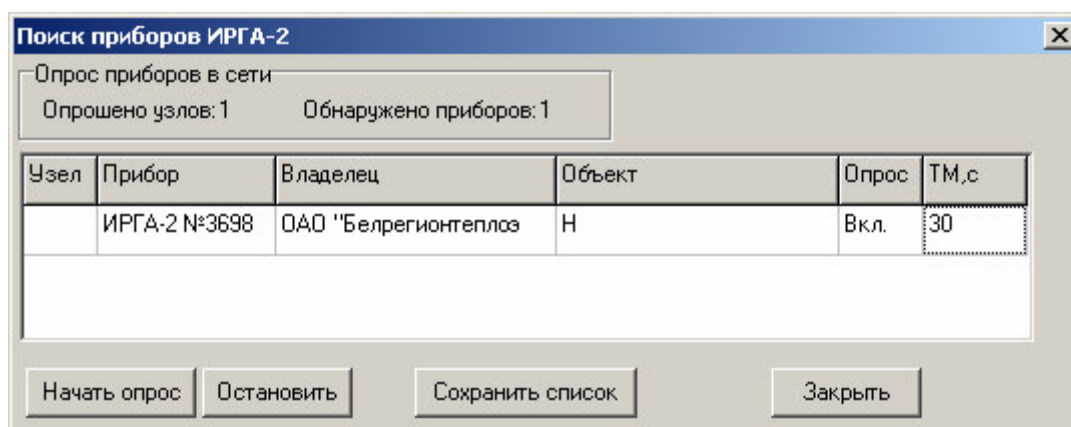

Рис. 8
2.2.2.5 Программа производит опрос приборов «**Ирга-2**» по узлам сети из списка обнаруженных при предварительном поиске и добавляет опрошенные приборы «**Ирга-2**» в список приборов. Пример списка с одним обнаруженным прибором показан на **Рис. 8**.